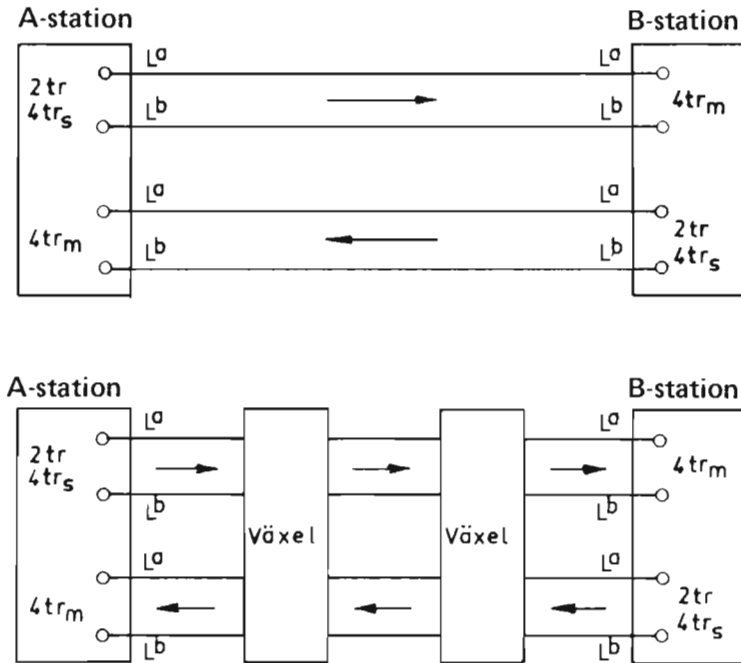

Bild 27. Fyrtrådsförbindelse, direktkopplad eller kopplad över växel
1. Anslut anbefalld linje till bärfrekvensterminalens polskruvar. Det sändande paret till 2tr, 4trS, det mottagande paret till 4trM (bild 27).